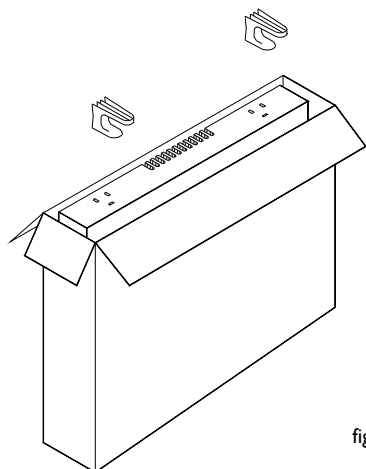

fig 1
2.- Abra a embalagem conforme indicado e fixe os suportes sem retirar o acumulador (fig.1). Dê uma volta à caixa de forma que o acumulador se apoie sobre os suportes e retire a embalagem. Verifique que o modelo do acumulador corresponde ao solicitado e que se encontra em perfeitas condições.